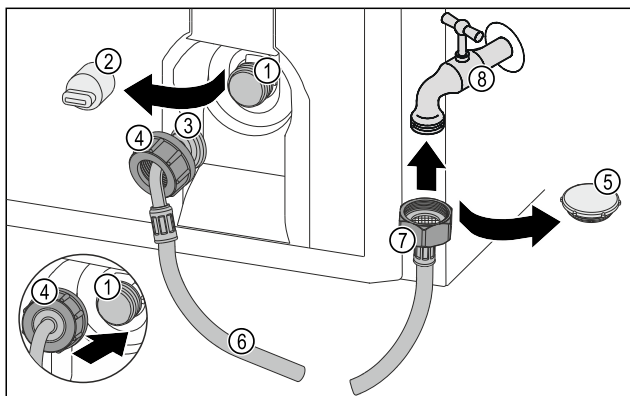

Fig. 63
- Rimuovere il coperchio di chiusura Fig. 63 (5).
- Posizionare l'estremità del flessibile dritta Fig. 63 (7) sul rubinetto dell'acqua Fig. 63 (8).
- Stringere in senso orario sull'estremità del flessibile dritta Fig. 63 (7) in senso orario.